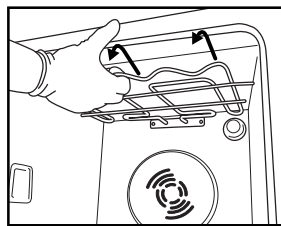
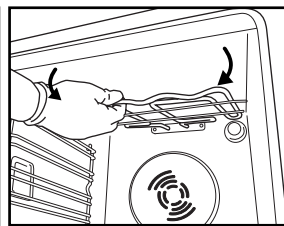

Рис. 6
Рис. 7
2. Слегка вытяните нагревательный элемент (Рис. 6) и опустите его (Рис. 7).